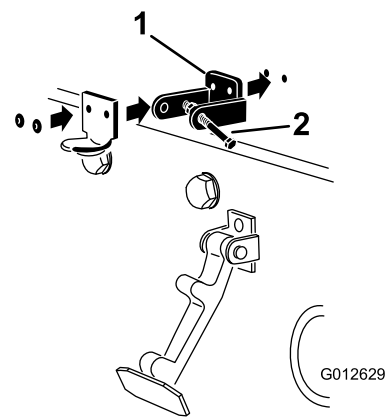

Bild 5
6. Nieten Sie die Halterungen und Scheiben an die Haube (Bild 5).
4. Fluchten Sie die Befestigungslöcher aus und positionieren Sie gleichzeitig die Halterung des CE-Riegels und des Motorhaubenriegels auf der Motorhaube (Bild 5).